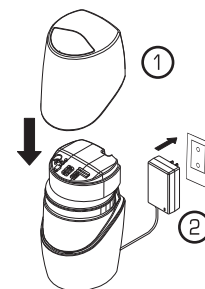

Рис. 55
3. **Установите** крышку на корпус ①. **Подключите** адаптер питания к розетке электропитания ② (рис. 55).